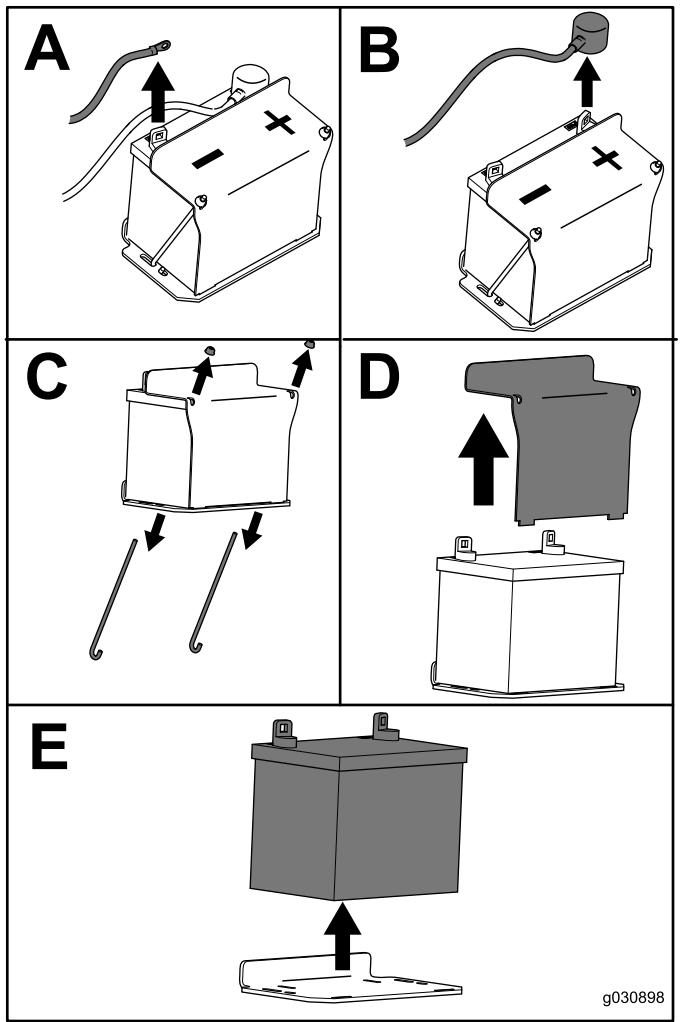

Figura 60
3. Retire la batería, según se muestra en Figura 60.